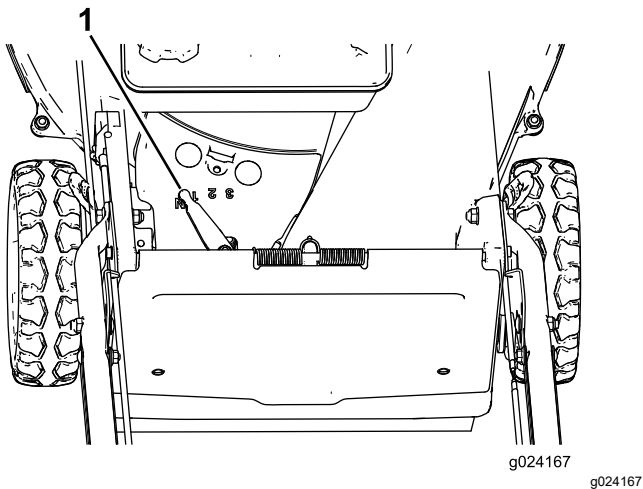

Figure 19
La machine dispose de 3 vitesses de déplacement : 1 (petite vitesse), 2 (vitesse moyenne) ou 3 (haute vitesse); elle comporte aussi une position point mort (N). Le levier de commande d'autopropulsion est situé sous et derrière le réservoir de carburant (Figure 19).